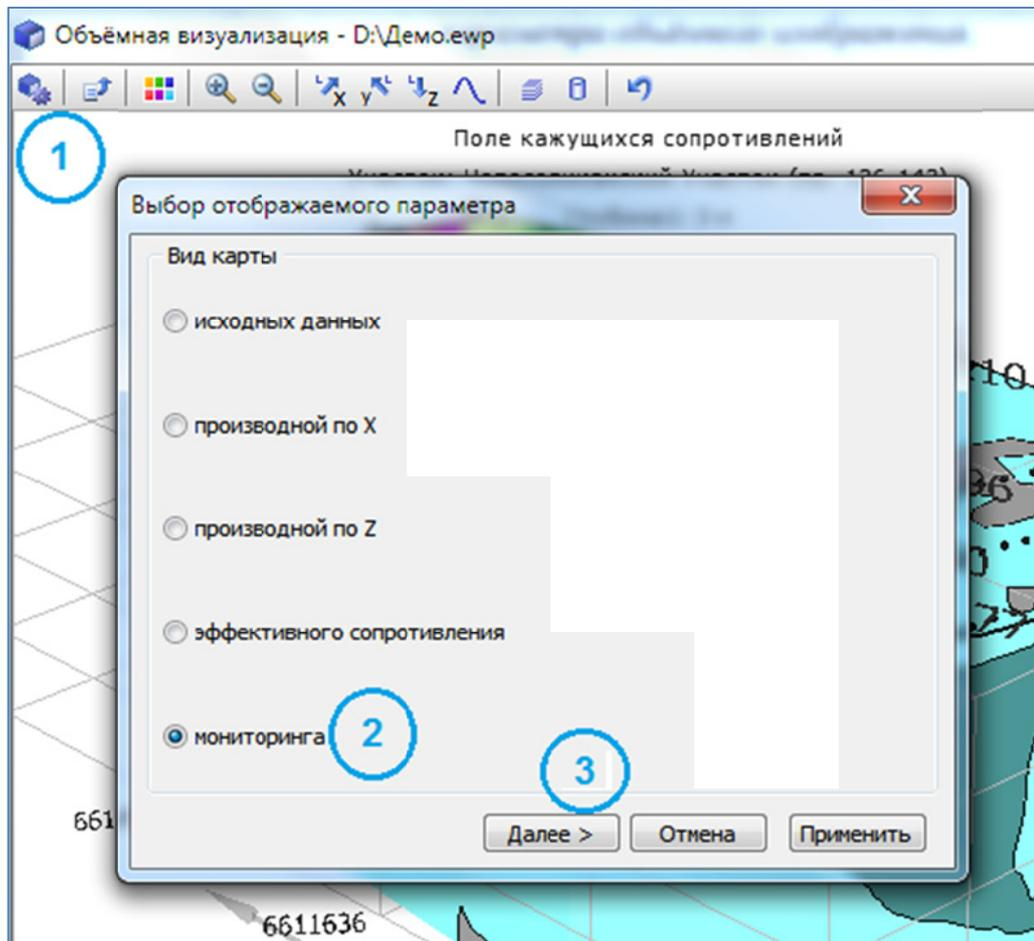

Рис. 5.6.1.4.1. Создание связи с внешними проектами непосредственно при построении объёмного изображения.
- Вызовите окно диалога *Выбор отображаемого параметра*, нажав кнопку  в панели инструментов модуля построения объёмного изображения (рис. 5.6.1.4.1, цифра 1).